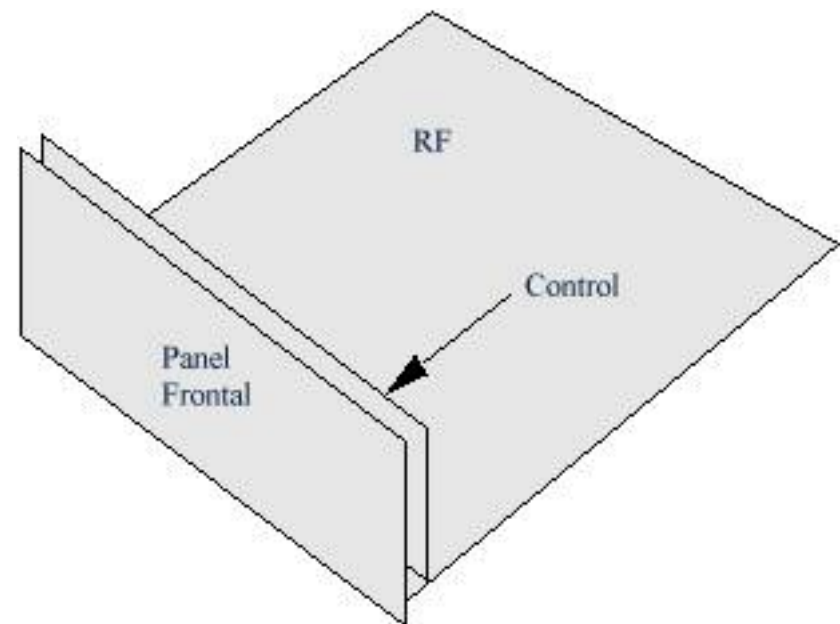

Figura 3-2
Como se muestra en la Figura 3-2, el kit básico del K2 consta de tres placas de circuito impreso (PCI), la placa del Panel Frontal, la Placa de Control y la placa RF.
- Tres placas de circuito impreso (Figura 3-2)